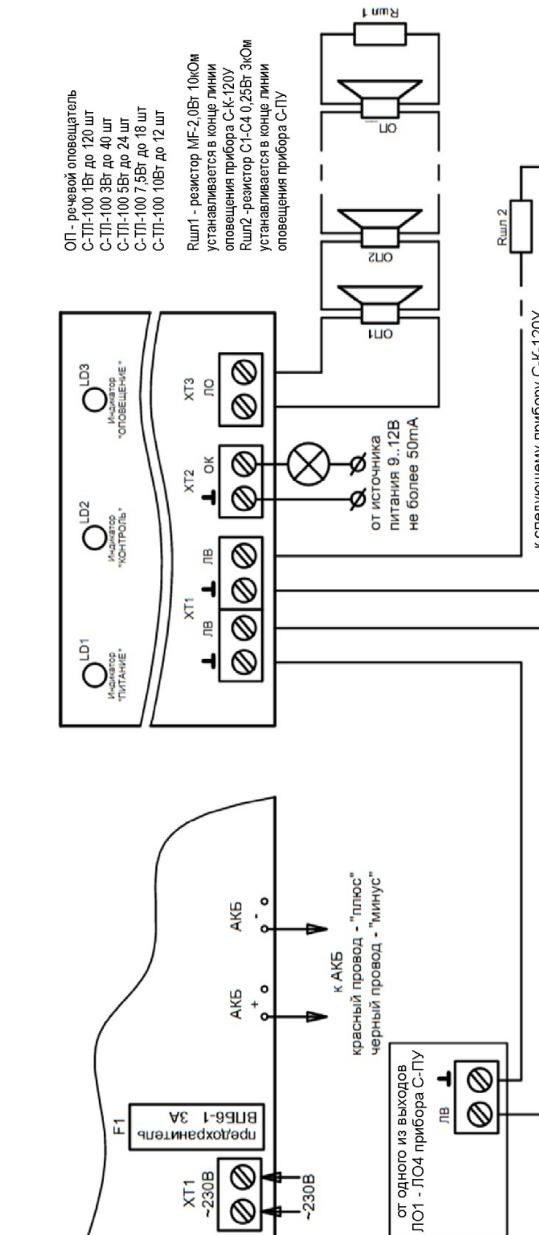

Рисунок 1. Схема внешних соединений прибора С-К-120У
9.3. Прибор устанавливается на объекте в таком месте, где он защищен от воздействия атмосферных осадков, механических повреждений и доступа посторонних лиц. Электрические соединения прибора при установке производятся в соответствии со схемой подключения (рис. 1).